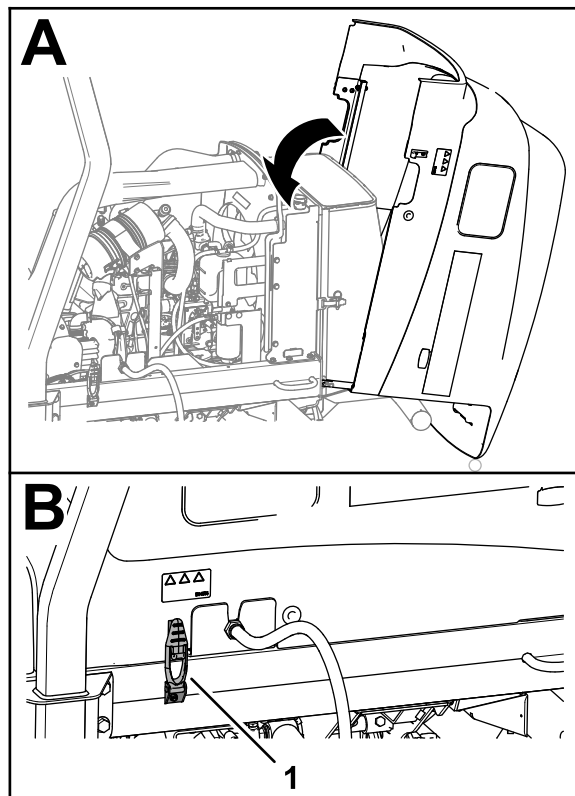

Figura 60
1. Rotiți cu atenție capota pentru a o închide (Figura 60).